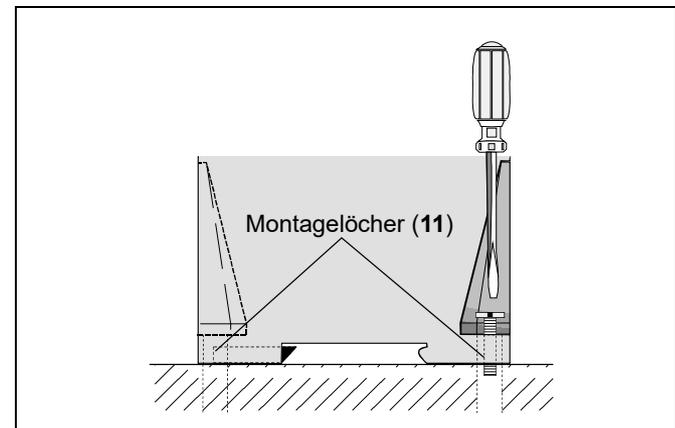

Abb. 5-2: Montage mit zwei M4-Schrauben
2. Schrauben Sie das Gerät mit zwei geeigneten M4-Schrauben fest (s. Abb. 5-2).